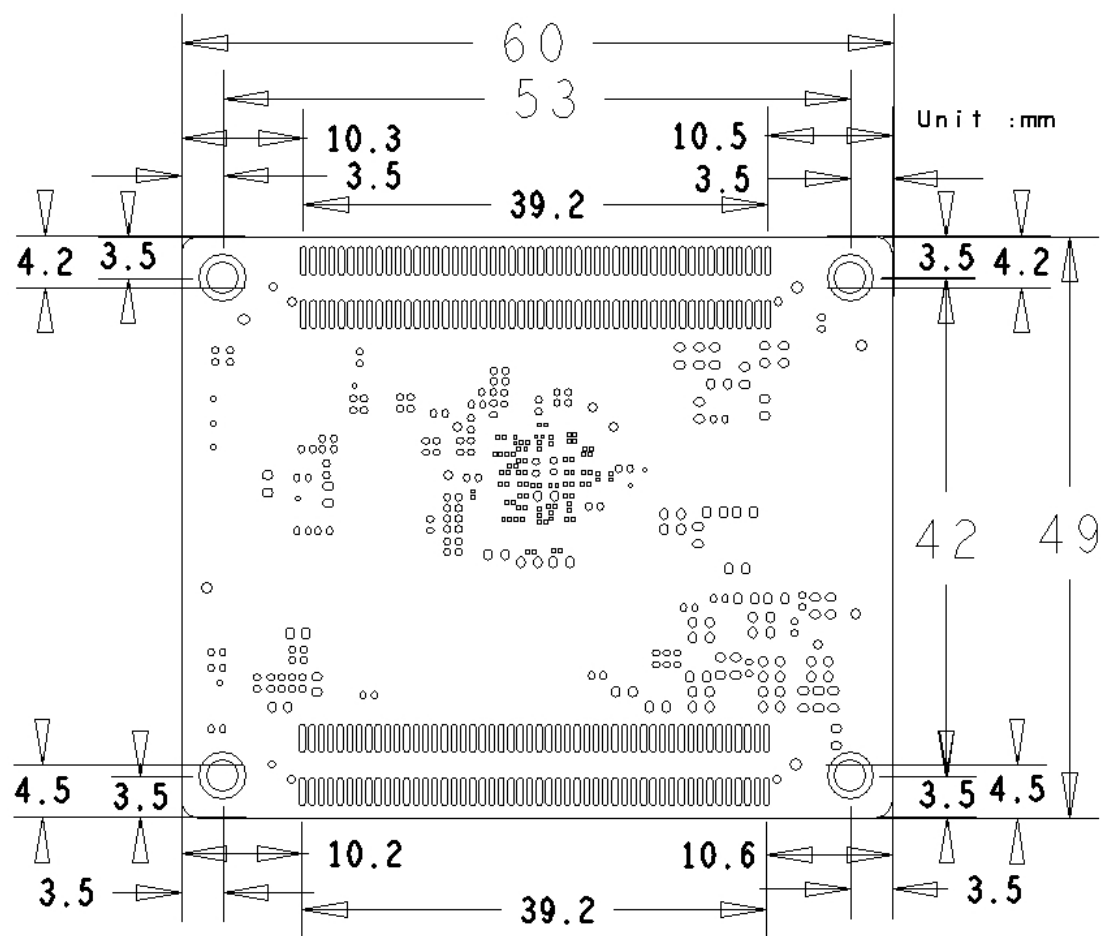

图 6-1 MYC-C8MMX 尺寸图
- ◆ 接口类型：MYC-C8MMX 机械尺寸（单位：mm）如图6-1所示：